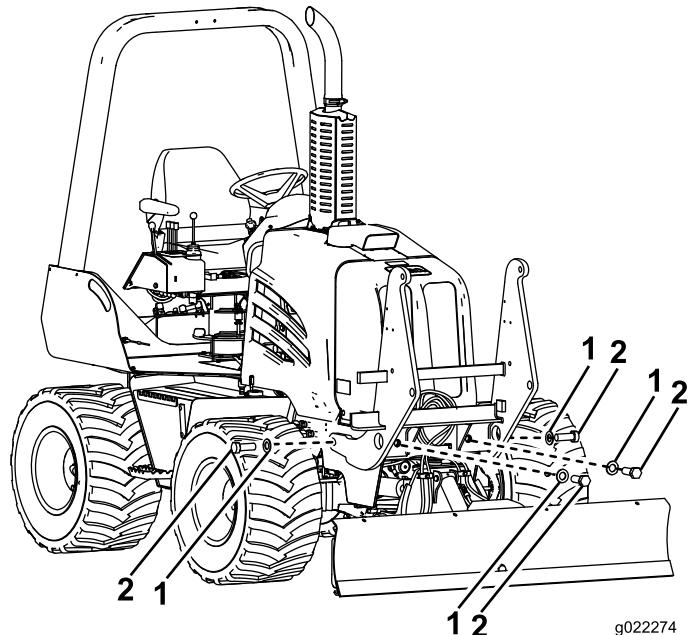

Figura 2
5. Instale los pernos (1-1/4 x 3-1/2 pulgadas) y arandelas (1-1/4) que sujetan el bastidor de montaje a la máquina (Figura 2), y apriete todos los pernos a mano.